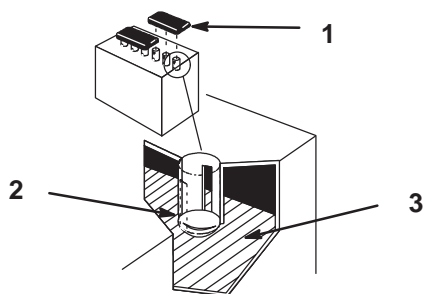

Bild 28
2. Entfernen Sie die Verschlussdeckel. Wenn der Füllstand das untere Rohrteil nicht erreicht (Bild 28), füllen Sie genug destilliertes Wasser nach; siehe Nachfüllen von Wasser in die Batterie, Seite 27.
2. Entfernen Sie die Verschlussdeckel (Bild 28).
3. Gießen Sie langsam destilliertes Wasser in jede Batteriezelle, bis der Füllstand den unteren Teil des Rohrs erreicht (Bild 28).